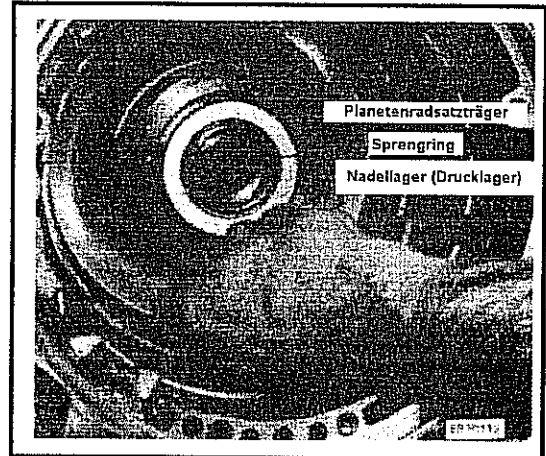

Abb. 10-124 Nadellager für Axiale Druckaufnahme am Planetenradsatzträger der Getriebeausgangswelle
- Das Drucklager zur Aufnahme des Axialdrucks (Nadellager) zwischen Hohlrad des Planetenradsatzes der Getriebeeingangswelle und Planetenradsatz der Getriebeausgangswelle einwetzen. Die Kante am Umfang des Drucklagers zeigt hierbei nach unten. Siehe Abb. 10-124.
Hierbei bei erneuter Montage einen neuen Sprengring verwenden. Diesen nicht überdehnen. Siehe Abb. 10-124.